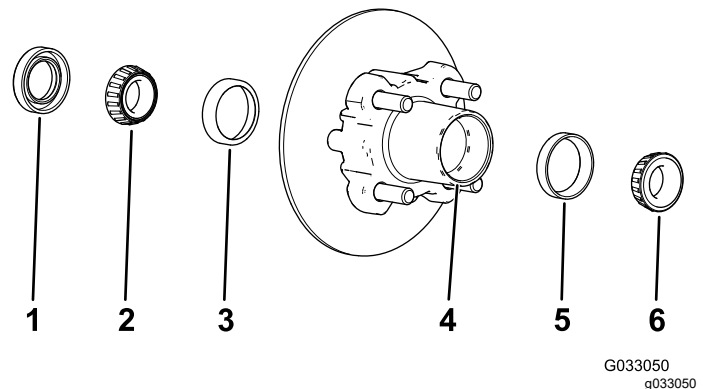

Bild 36
1. Nehmen Sie das Außenlager und den Lagerring von der Radnabe ab (Bild 36).
2. Nehmen Sie die Dichtung und das Innenlager von der Radnabe ab (Bild 36).
5. Entfernen Sie Fett, Schmutz und Rückstände aus dem Hohlraum der Radnabe (Bild 36).
7. Füllen Sie den Hohlraum der Nabe zu 50 % bis 80 % mit der angegebenen Fettsorte (Bild 36).
8. Montieren Sie das Innenlager auf dem Lagerring an der Innenseite der Nabe und setzen Sie die Dichtung ein (Bild 36).